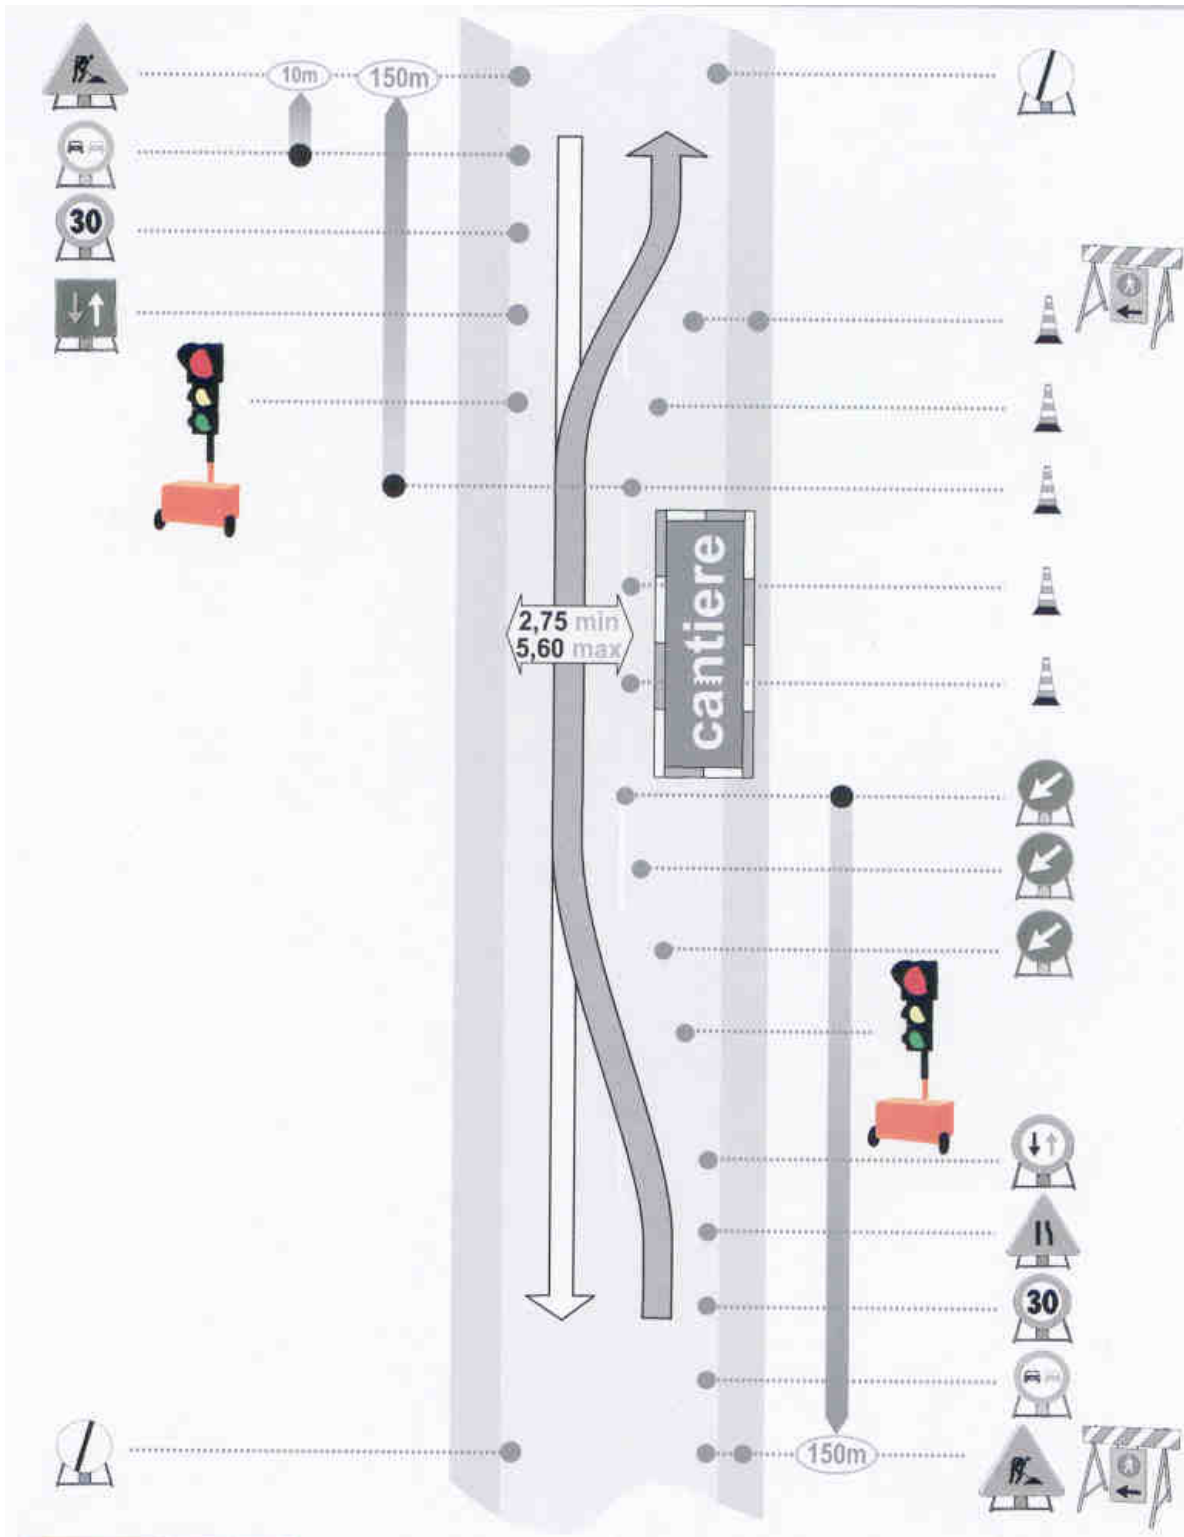

Figura 8b – Cantiere con semafori per senso unico alternato. Figura operativa.
- Figura 8b Cantiere con semafori per senso unico alternato. Figura operativa.